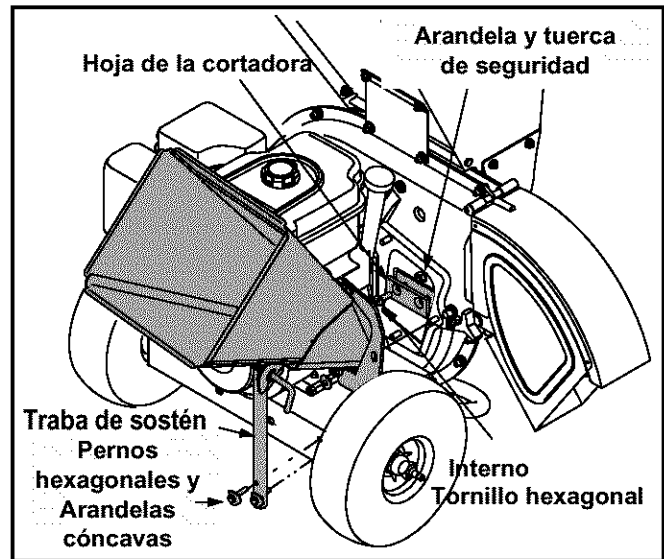

Figura 18
- Saque la traba de sostén del canal de la cortadora del marco. Para ello saque los dos pernos hexagonales y las arandelas cóncavas que la aseguran. Ver Figura 18.
- Para sacar el canal de la cortadora saque las tres tuercas hexagonales y las arandelas que lo aseguran a la caja del motor. Ver Figura 18.
NOTA: Use una llave hexagonal de 3/16" (Allen) en el exterior de la hoja y una llave de tubo de 1/2" (o cubo) en el interior del motor. Ver Figura 18. Sostenga la llave Allen quieta y gire la llave de tubo (o cubo) para aflojar la tuerca.